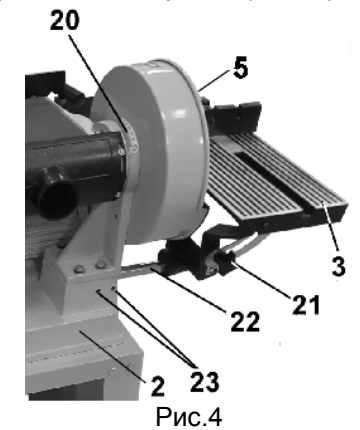

Рис.4
9.1. Регулировка рабочего стола (Рис.4 ÷11)
9.3. Перестановка рабочего стола (Рис.4 ÷11)
Когда стол шлифовальной ленты (9) установлен в вертикальном положении, при необходимости можно переустановить рабочий стол (3) перед шлифовальной лентой (10), Рис.11. Для чего ослабьте винты (23), Рис.4, и переставьте штангу (22) и рабочего стола (3) в установочное отверстие (16) стойки (15), положение зафиксируйте винтами крепления (17). Положение стола (3) отрегулируйте и закрепите с минимальным зазором относительно шлифовальной ленты (10).